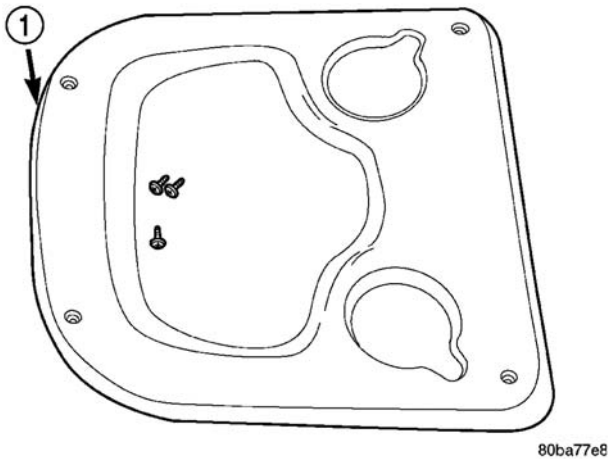

图 7 座椅靠背套
- (1) 卸下座椅。有关正确的程序，请参见用户手册。
- (2) 卸下座椅靠背套（图 7）。